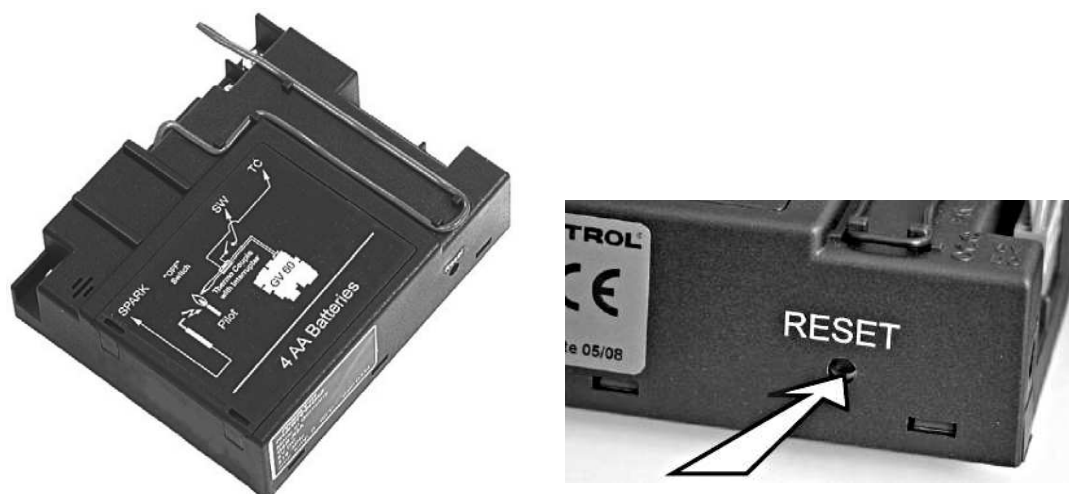

Figure 3: Récepteur "RESET" bouton
- Appuyez sur le bouton "**RESET**" du récepteur et maintenez-le enfoncé jusqu'à entendre 2 signaux sonores. Voir figure 3.